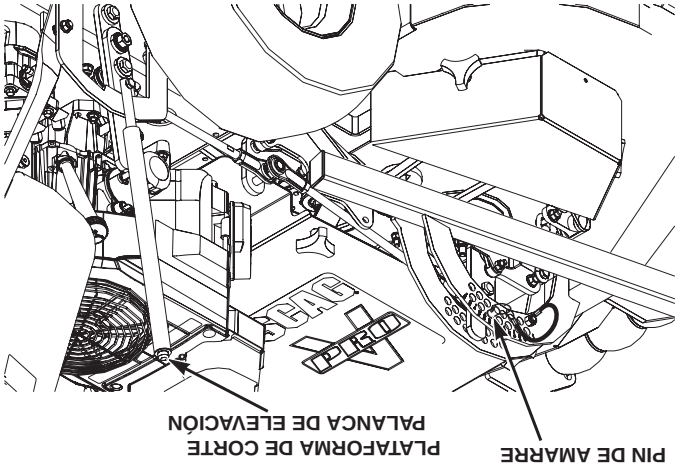

Figura 4-6 Ajuste de altura de corte
2. Tire de la palanca de elevación de la plataforma de corte completamente hacia atrás hasta que se asegure en su lugar. (Figura 4-6).
3. Inserte el pin de amarre en el indicador de la altura de corte en la altura de corte deseada. Tire hacia atrás de la palanca de elevación de plataforma de corte, presione y sostenga el botón de bloqueo (Figura 4-6). Suelte lentamente la palanca de elevación de plataforma de corte. Hay una calcomanía de la altura de plataforma ubicada en el indicador de altura como una ayuda para ajustar la plataforma a la altura deseada.